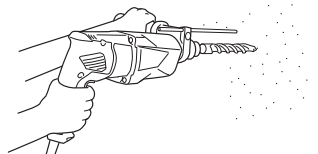

Fig. 8
- (1) Montar la broca.
- (2) Presionar el interruptor de gatillo después de poner la punta de la broca en la posición para taladrar. (Fig. 8)
Cuando la broca toque una barra de hierro de construcción se detendrá inmediatamente y el martillo perforador tenderá a girar. Por lo tanto, sujetar el mango lateral y sostenerlo firmemente como se ilustra en la Fig. 8.